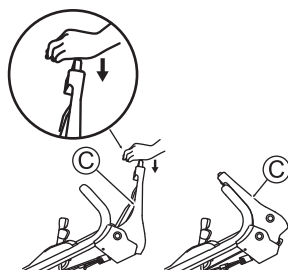

Fig. 17
- 3 Empurre a alavanca da lâmina (C) para frente pressionando o botão vermelho. (Veja a fig. 17)